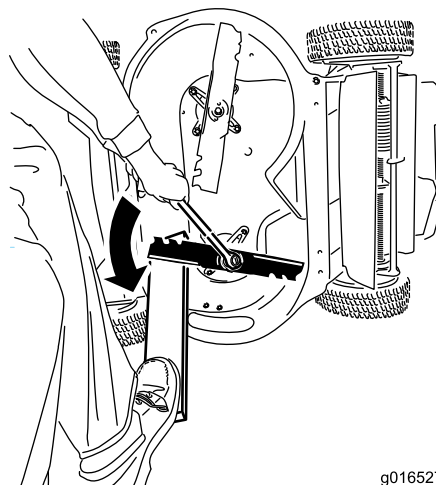

Рисунок 43
1. Используйте деревянную подкладку для неподвижного удерживания каждого ножа и поверните болт крепления ножа против часовой стрелки, как показано на Рисунок 43.